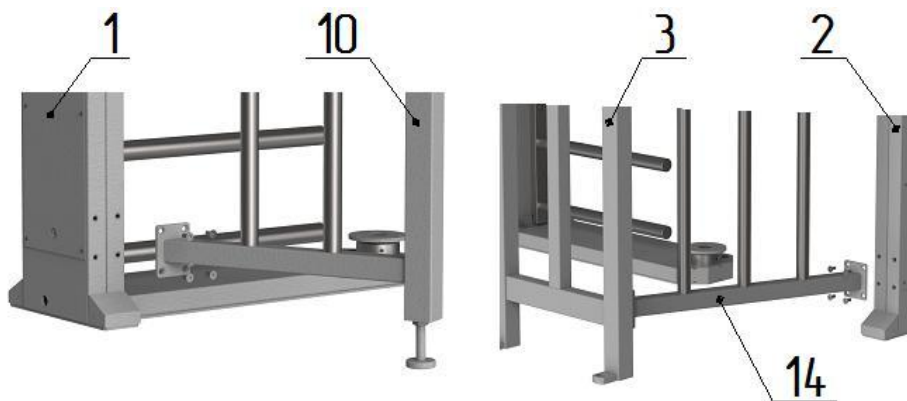

Рис. 6
– к боковым плоскостям стойки шлюза **2** аналогично установите ограждения **13** и **14** (рис.6) и закрепите винтами М8;